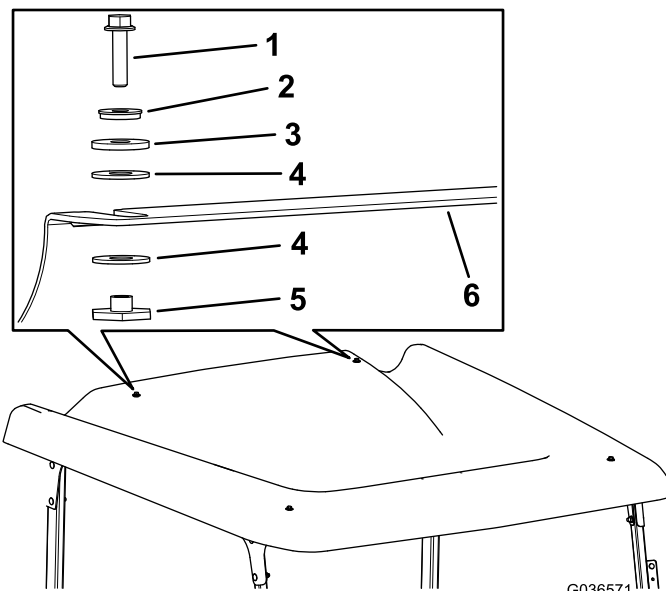

图13
13. 用2个六角凸缘螺栓（1/4 x 1 英寸）、2个密封垫圈、2个摩擦垫圈、4个塑料垫圈和2个凸缘轴套将遮阳篷安装到后交联上（图13）。